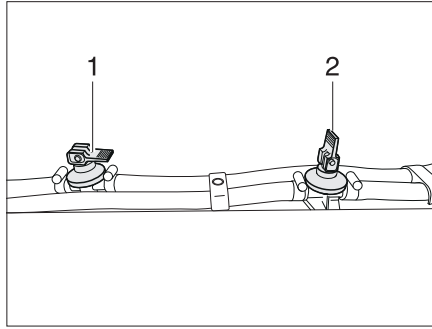

Fig. 346 Llave de desagüe
- Cerrar todas las llaves de desagüe. Colocar para ello el balancín (Fig. 346,1) en posición horizontal.